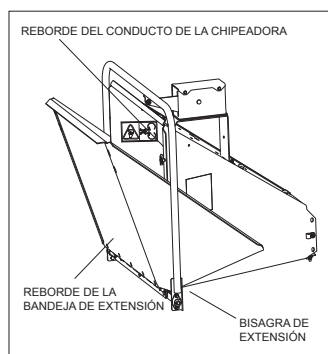

Figura 2.3, Fijación de la bandeja de extensión
1. Incline la bandeja de extensión hacia arriba, de modo que el fondo de la bandeja esté orientado hacia afuera (Figura 2.3). Deslice los rebordes de la bandeja de extensión entre la bisagra de extensión y los rebordes del conducto de la chipeadora.